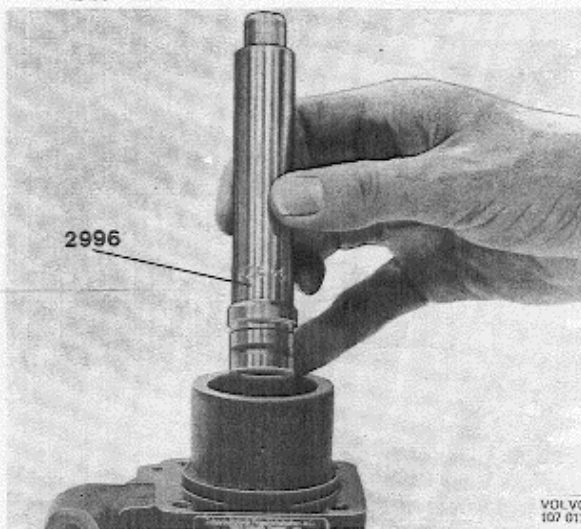
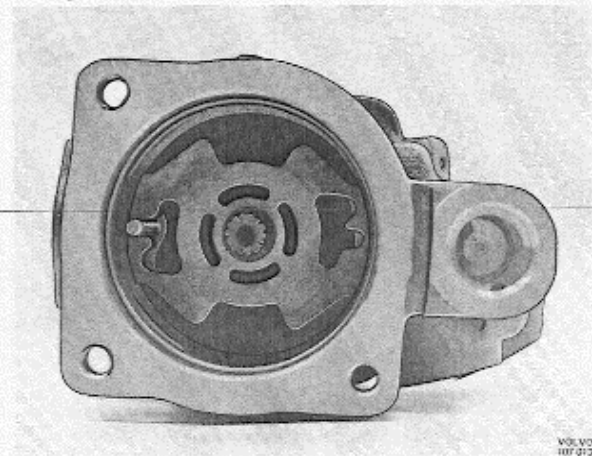

Abb. 128 Einbau des Nadellagers
Abb. 129 Antriebsseitige Stirnplatte, eingebaut
1. Nadellager (9, Abb. 125) mit dem Dorn 2996 gem. Abb. 128 so weit in das Gehäuse pressen, bis der Dorn aufliegt, wobei die Außenseite des Nadellagers 37,0–37,2 mm von der Stirnseite des Gehäuses entfernt ist.
2. Wellendichtring (8) zwischen den Lippen mit Mehrzweckfett füllen und mit dem Dorn 2997 in das Gehäuse pressen.
3. O-Ring (12) innen im Gehäuse in die unterste Radialnut legen.
4. Kugellager (6) sofern dieses ausgebaut war, auf die Antriebswelle pressen. Sicherungsring (7) in der Nut einfedern.
5. Antriebswelle einschl. Kugellager in das Gehäuse einführen und den Sicherungsring (5) vor dem Lager einfedern.
6. O-Ring (13) in die Radialnut der antriebsseitigen Stirnplatte (14) einlegen. Stirnplatte gem. Abb. 129 auf dem Paßstift stehend einbauen.